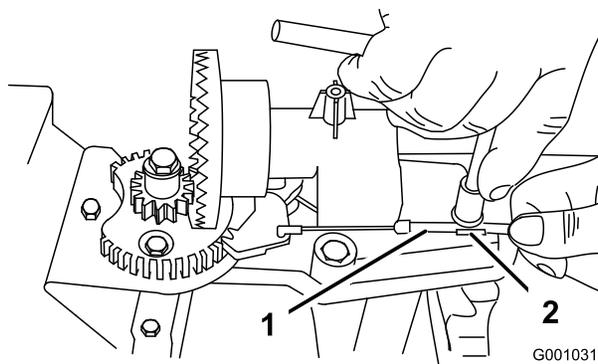
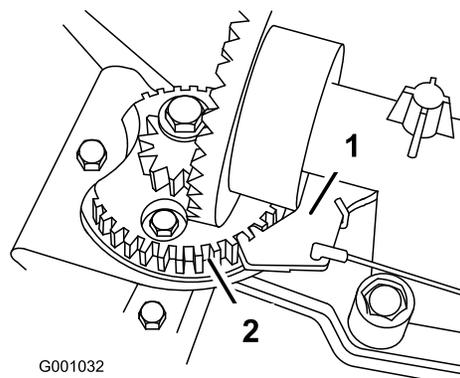

Figure 59
Figure 60
2. Desserrez le boulon du serre-câble (Figure 59).
la goulotte d'éjection s'engage complètement dans les dents du secteur (Figure 59 et Figure 60).
Remarque: Le cliquet est rappelé par ressort et s'engage naturellement dans les dents du secteur (Figure 60).